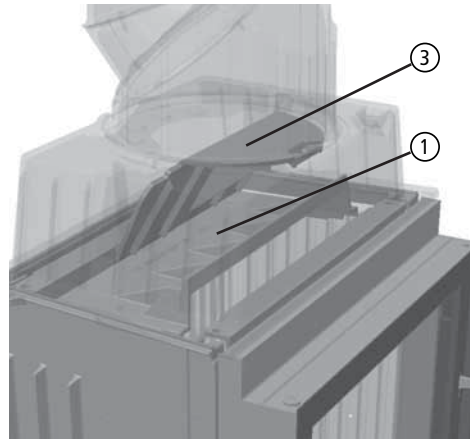

Abb. 4.6 Guss-Umlenkung und Guss-Prallplatte im VIDA 68
- ① Die untere Guss-Prallplatte ein Stück nach oben heben - bis über die Oberkante der seitlichen Schamottesteine (siehe Abb. 4.6),
- ② die Guss-Prallplatte schräg nach unten in den Brennraum schwenken und entnehmen.